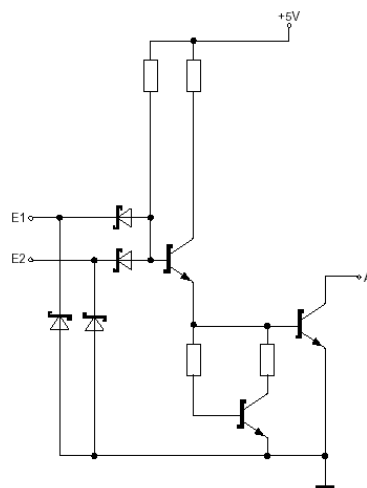

Bild 3.5: Innenschaltung eines Open-Collector-Gatters
Die dritte wichtige Ausgangsschaltungsversion in Bild 3.5 ist der Open-Collector-Ausgang (OC). Hier weist der Ausgangstransistor einen offenen Kollektor auf, der im leitenden Zustand nach Masse schaltet (0-Pegel) und im gesperrten Zustand hochohmig (offen) wird. Dieser Effekt wird einerseits zum Schalten höherer Lasten eingesetzt, andererseits sind hier je nach Typ des Ausgangstransistors höhere Ausgangsspannungen als die Betriebsspannung des Schaltkreissystems möglich.